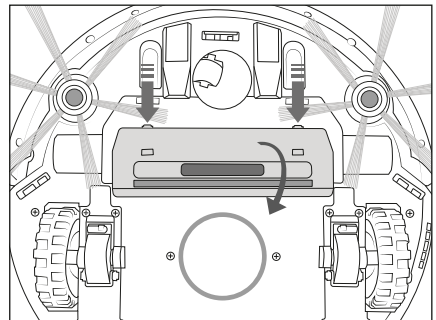

Abb. 12
- 1) Drücken Sie auf die beiden Entriegelungstasten, um die Abdeckung **20** der Saugöffnung **19** zu lösen und nehmen Sie sie vom Gerät ab (siehe Abb. 12).